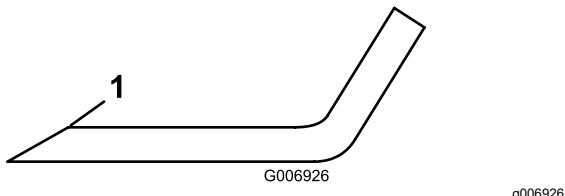

Figure 16
3. Examinez les tranchants de toutes les lames. aiguisez-les s'ils sont émoussés ou ébréchés. N'affûtez que le haut du tranchant et conservez l'angle de coupe d'origine pour obtenir une coupe nette (Figure 16). Limez la même quantité de métal sur chacun des deux tranchants pour ne pas déséquilibrer la lame.